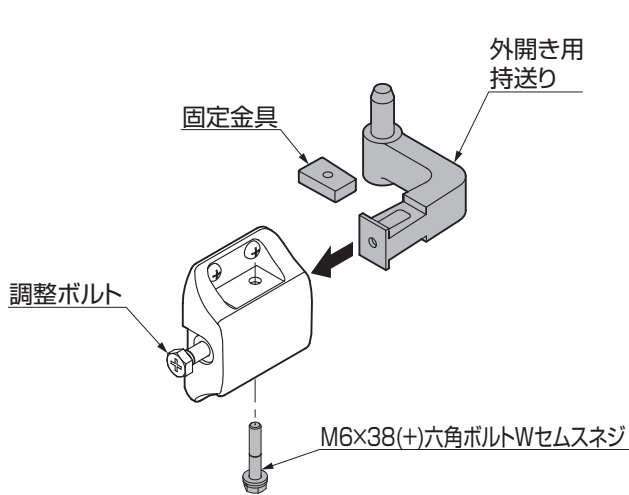

図3-4
- ①「M6×38(+六角ボルトWセムスネジ)」を外し、調整ボルトをゆるめて持送りを組替えてください。(図3-4参照)